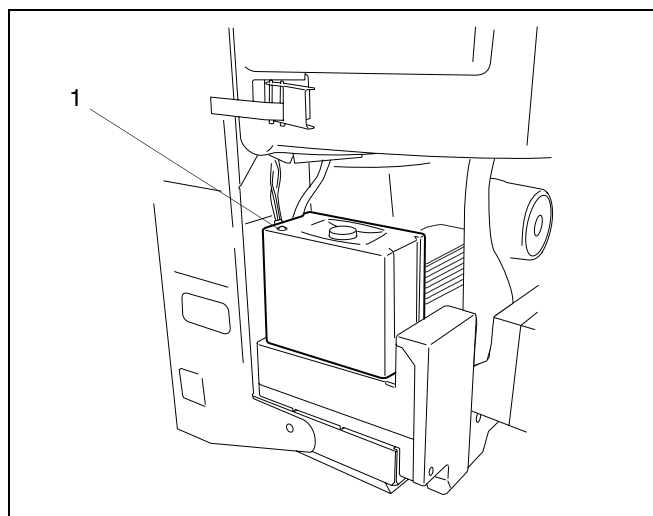

fig. 55 UBA 3
Naast de displaycode op de BC10, is er ook nog een rode indicatie-LED aanwezig op de UBA 3 (→ fig. 55).
- Led uit, bij normaal bedrijf (→ fig. 55, [1]).